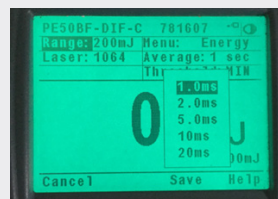

图5
- 4 对于能量探头需要选择脉宽参数，如图5，如果脉宽小于1ms那么就选择1.0ms选项，脉宽小于2ms而大于1ms则选择2.0ms选项；